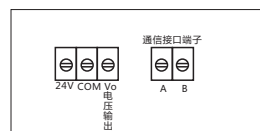

图2 模块底部外型装配图
- 3、电源线及通讯线的接法如图2(接线端子在热电偶输入端的下方)